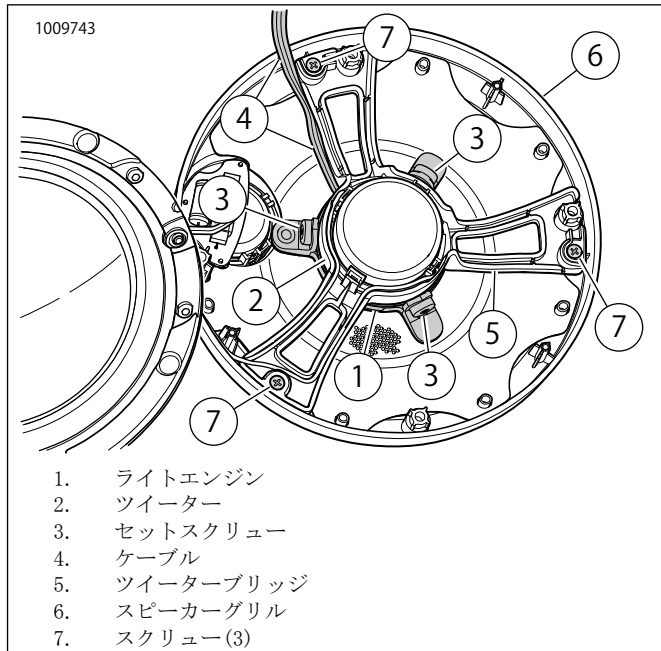

図19. スピーカーグリル、ツイーターブリッジ、LEDライト
4. 図19を参照してください。ツイーターブリッジ(5)をスピーカーグリル(6)に固定している3本のスクリューを取り外し、慎重に2つに分離します。ツイータースピーカーワイヤーは、傷めないよう、圧力がかからないよう、気を付けてください。ハードウェアは、あとで使いますので保管しておいてください。